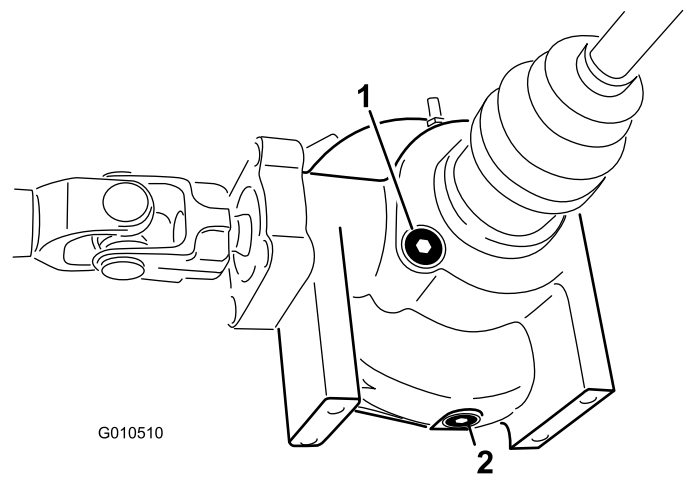

Figura 43
4. Curățați zona din jurul capacului de umplere/verificare de pe partea diferentialului (Figura 43).
4. Curățați zona din jurul buonului de golire din partea diferențialului (Figura 43).